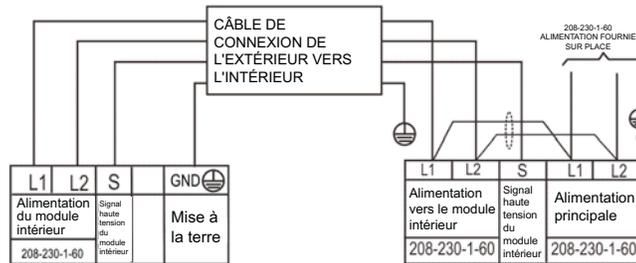

Figure 28 – Schémas de raccordement – capacités 9 à 24
2. Raccordez le câblage de l'appareil extérieur conformément au schéma de connexion (consultez les figures 28 et 29).